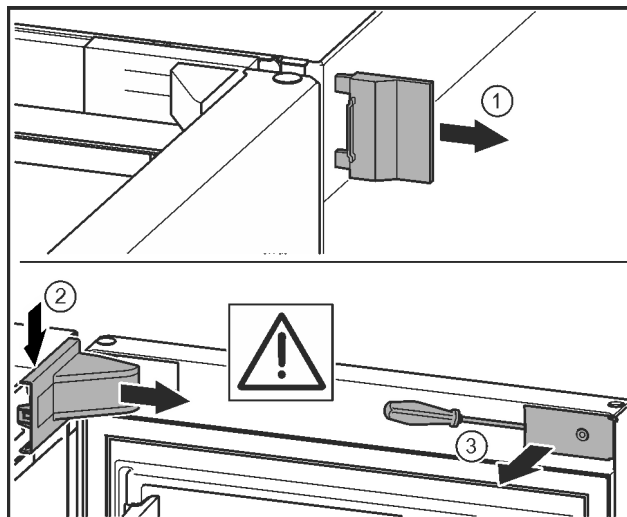

Fig. 11*
- Äußere Abdeckung abnehmen.* Fig. 11 (1)
- Lagerbockabdeckung ausrasten und lösen. Lagerbockabdeckung abnehmen.* Fig. 11 (2)
- Blende mit Schlitzschraubendreher ausrasten und zur Seite schwenken.* Fig. 11 (3)